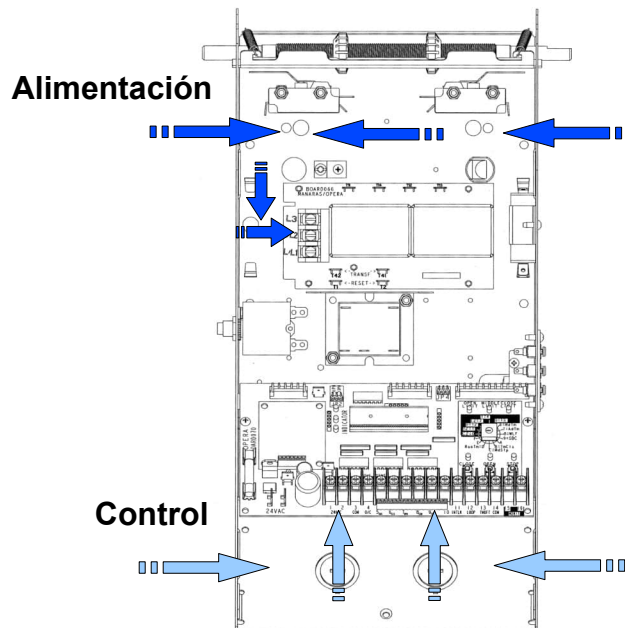

Figura 14 - Conexiones de bajo voltaje (control) y alto voltaje (alimentación)
1. Pasar los cables de línea de alimentación, ya sea desde la derecha o desde la izquierda de la caja de control (ver la Figura 14).
2. Guiar todos los cables de control de baja tensión (ver la Figura 14). MANTENER LOS CABLES DE BAJA TENSIÓN SEPARADOS DE LOS CABLES DE ALIMENTACIÓN.